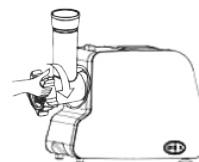

рис. 5
7.1.5 Зафиксируйте конструкцию с помощью фиксирующего кольца, завернув его по часовой стрелке, как указано на рис. 5. Не затягивайте кольцо слишком тую.